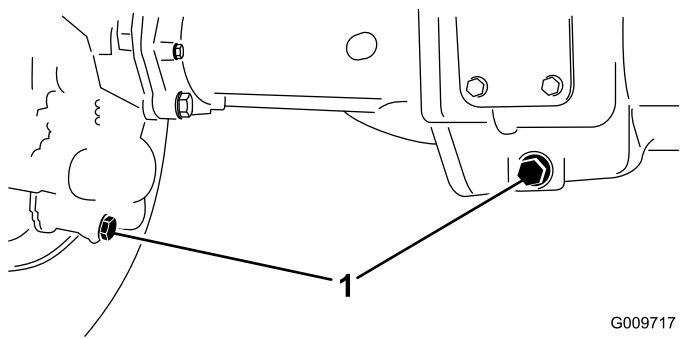

Рисунок 46
2. Очистите область вокруг 3 сливных пробок, по 1 на каждом конце и 1 в центре (Рисунок 46).